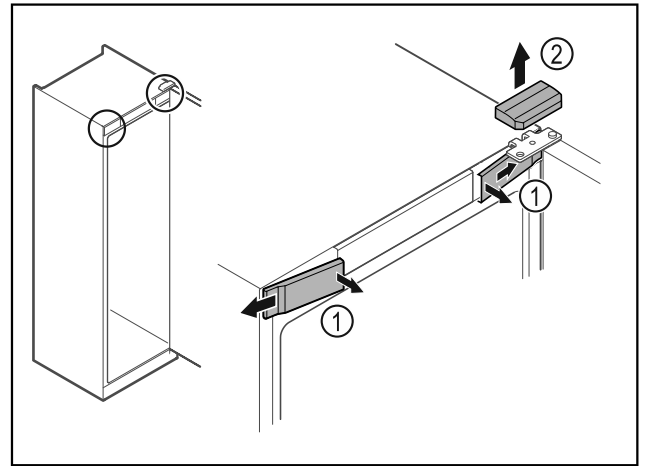

Fig. 8
- ▶ Vidinėje pusėje atfiksukite priekines dengiamąsias plokšteles Fig. 8 (1) ir nuimkite jas į šoną.
- ▶ Nuimkite viršutinę dengiamąją plokštelę Fig. 8 (2) į viršų.